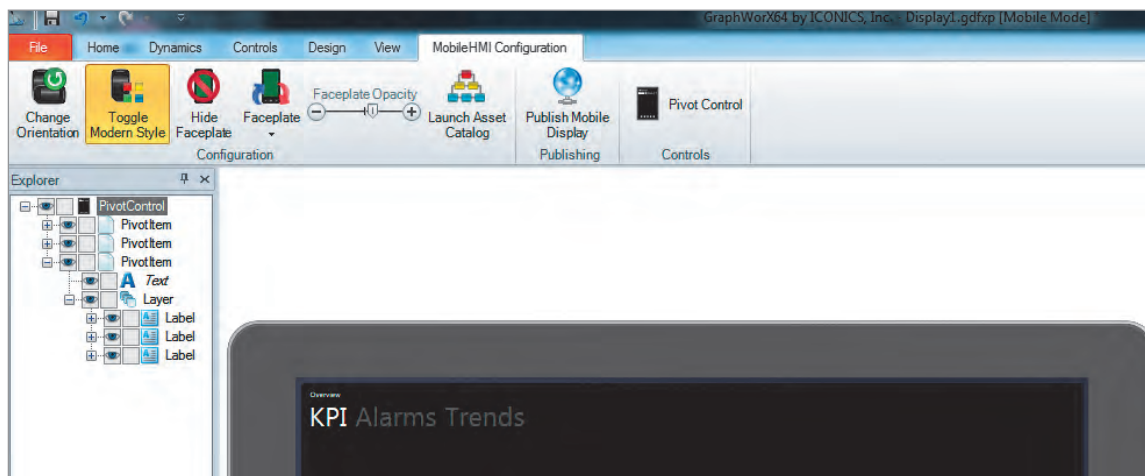

Рис. 2. Стиль управления Pivot с несколькими закладками
6. В *Explorer* (Проводнике) щелчком правой кнопки мыши на странице выберите *Edit Text* (Редактировать текст), присвойте ей имя *KPI* (КПЭ — ключевые показатели эффективности, рис. 2). Повторите это действие для других страниц, присвоив им имена *Alarms* (Тревогу) и *Trends* (Графики).